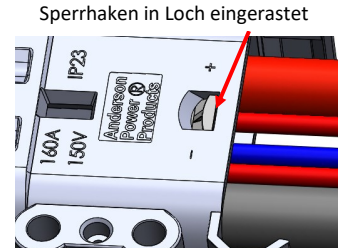

Abbildung 8
- c. Von der Rückseite des Halters drücken, bis der Sperrhaken des Halters in die rechteckige Öffnung (Abbildung 8) einrastet